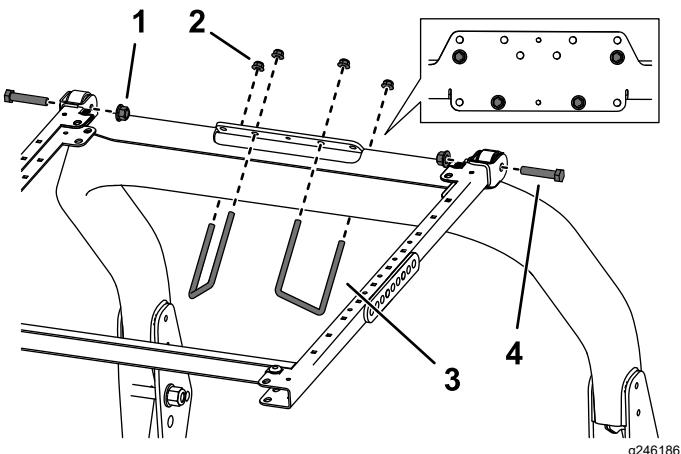

Рисунок 35
6. Установите монтажный кронштейн ROPS на верхнюю часть защитной дуги тягового блока (Рисунок 35). Убедитесь в том, что защитная
7. Используя монтажные отверстия, показанные на Рисунок 35, прикрепите каждый монтажный кронштейн ROPS к верхней части защитной дуги с помощью 2 U-образных болтов (3½ x 5 дюймов) и 4 фланцевых гаек.